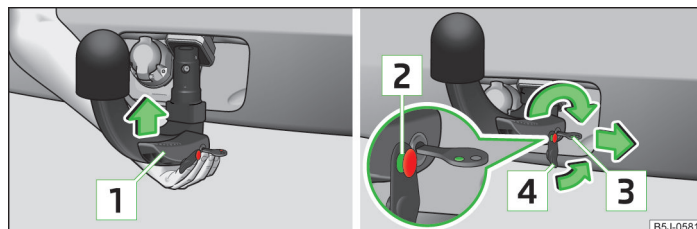

Abb. 103 Kugelstange einsetzen / Schloss verriegeln und Schlosskappe aufsetzen
- Die Kugelstange **von unten** » Abb. 103 fassen und in den Aufnahmeschacht bis zum hörbaren Einrasten einsetzen » **!**.
Der Hebel **1** » Abb. 103 dreht sich **selbsttätig** nach oben und der Auslösebolzen **2** fährt heraus (sein roter sowie grüner Teil ist sichtbar) » **!**.
- Die Kappe **4** » Abb. 103 auf das Schloss in Pfeilrichtung stecken » **!**.